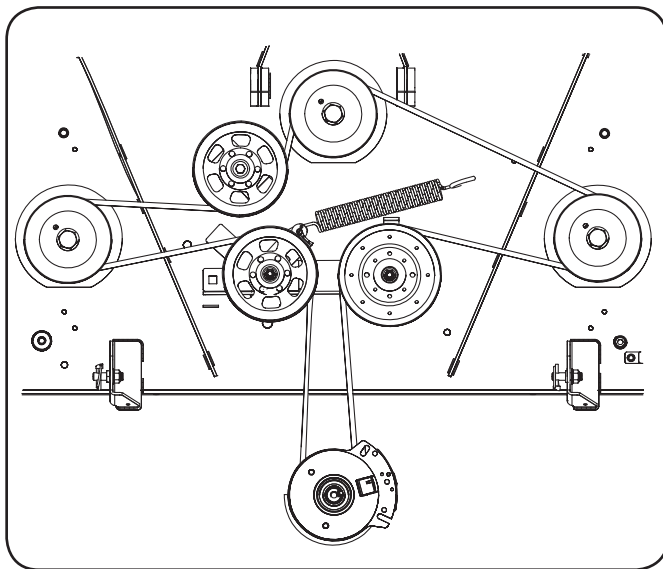

Figure 7-9
6. Placez la courroie autour des poulies de tension retirées à l'étape 3 avec le côté en « V » vers le bas. Après avoir installé la courroie, remplacez la quincaillerie et serrez l'écrou autobloquant afin de fixer l'assemblage. Voir Figure 7-9.
7. Placez la courroie comme indiqué à la Figure 7-9, puis réinstallez le plateau de coupe (voir la section *Installation du plateau de coupe* à la page 28).